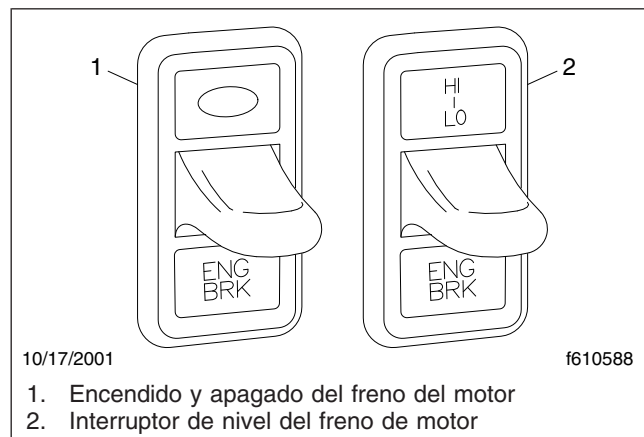

Figura 7.21, Interruptores del freno de motor
- El interruptor de encendido y apagado (ENG BRK) se utiliza para encender y apagar el freno de motor. Vea la Figura 7.21. Se ilumina una luz ámbar detrás del interruptor, cuando el freno del motor está encendido.
2. Pulse el botón ON/OFF para activar el freno de motor. Vea la **Figura 7.21**. El freno de motor se acoplará a la última tasa fijada en el interruptor de intensidad del freno.